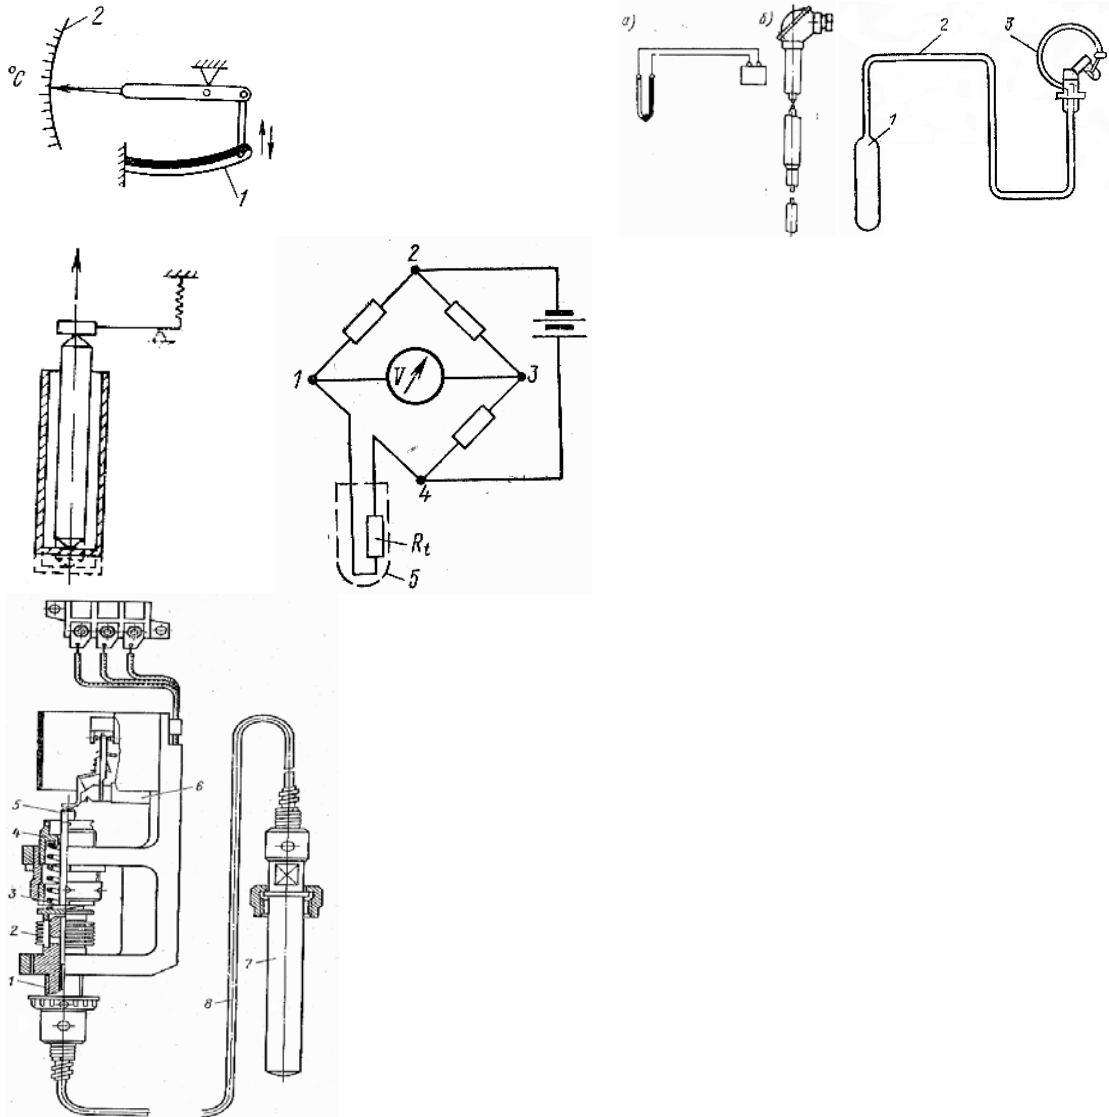

Рис. 3
3. Датчики и реле температуры в системах судовой автоматики. Принцип работы датчиков и реле (рис.3). Применение в системах автоматики.